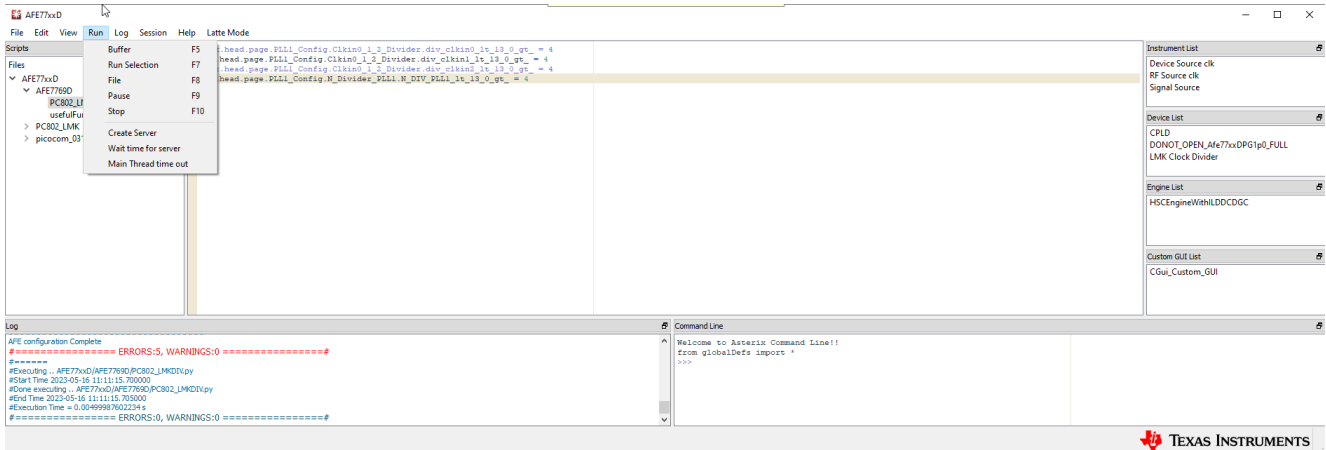

图 3-7. 运行 PC802 脚本
- 通过按 F5 或依次点击 “Run” > “Buffer” 来运行脚本。您应该会在日志窗口中看到一个输出，如图 3-7 中所示，表明脚本已运行且没有错误。运行此脚本后，如果在对 PC802 进行编程后连接了 PC802 的 122.88MHz 基准，则 LMK_LOCKED LED (D11) 会亮起。